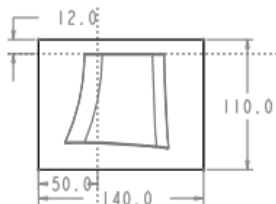

图 2.4 截面草图
(3) 进入截面草绘环境后，系统弹出“参考”对话框，选取 **MOLD_RIGHT** 基准平面和 **MAIN_PARTING_PLN** 基准平面为草绘参考，然后单击 **关闭(C)** 按钮，然后绘制图 2.4 所示的截面草图。完成绘制后，单击“草绘”操控板中的“确定”按钮 .
(4) 选取深度类型并输入深度值。在操控板中选取深度类型  (对称)，在深度文本框中输入深度值 110.0 并按回车键。
(5) 在操控板中单击  按钮，则完成拉伸特征的创建。